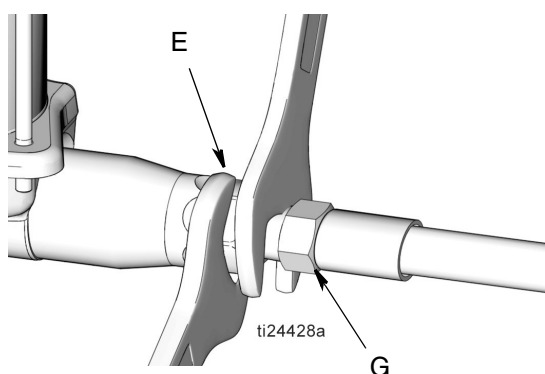

FIG. 7
1. Pulire la **valvola di sfiato principale del tipo a spurgo (F)** (necessaria nel sistema).
2. Chiudere la **valvola di intercettazione (V)** nel sistema di alimentazione dell'olio (DD).
3. **Scaricare la pressione** del sistema utilizzando due chiavi operanti in direzioni opposte sulla **mandata della pompa (E)** e sul **raccordo della linea di lubrificazione (G)** per **allentare lentamente** il raccordo finché quest'ultimo non è allentato e da esso non fuoriescono più né lubrificante né aria (FIG. 7).